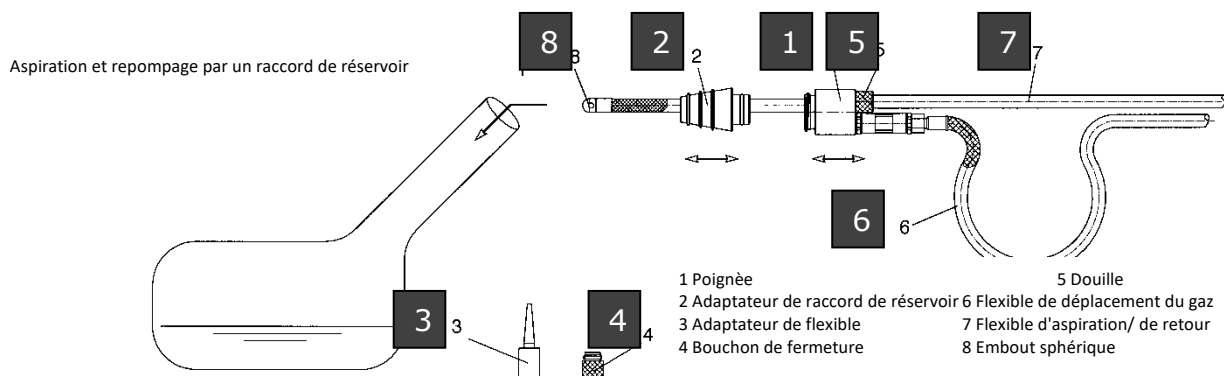

Figure 2
Pour les véhicules sur lesquels l'aspiration est effectuée par le raccord du réservoir, la tubulure d'aspiration doit être assemblée comme suit (voir fig. 2 – les pos. 3 et 4 font partie du kit adaptateur disponible en option pour l'aspiration via le flexible de carburant) :
- Dévisser le bouchon de fermeture (4) de la poignée (1) et tirer le flexible d'aspiration par la poignée.
- Visser la douille (5) sur la poignée (serrage à main).
- Le filetage de la poignée (1) doit être adapté au raccord du réservoir du véhicule. Si tel n'est pas le cas, l'adaptateur (2) peut être glissé par-dessus le flexible d'aspiration dans la poignée. Il faut veiller à ce que le joint torique soit posé d'une manière impeccable.